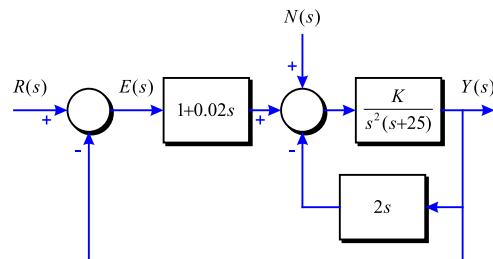

Figura 3-11
**Problema 60** A partir del diagrama de blocs d'un sistema de control realimentat com el de la Figura 3-11: